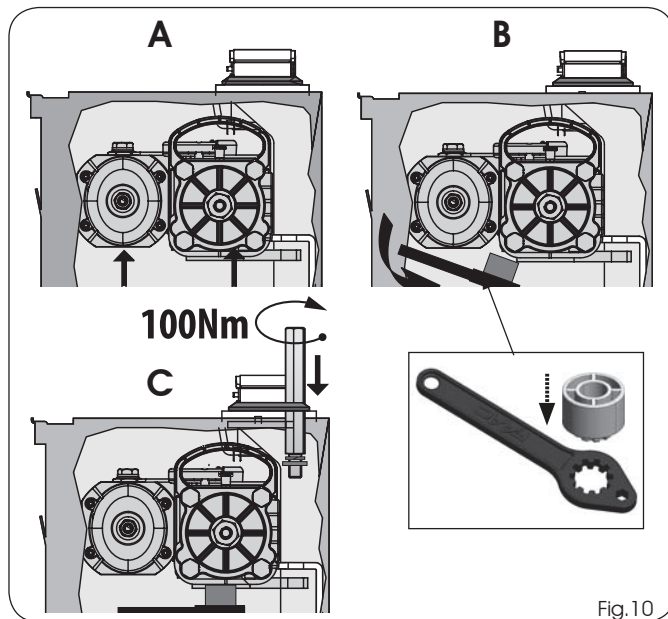

Fig.10
10) Soulever l'opérateur à l'aide des poignées prévues à cet effet (Fig.10 réf.A), en insérant le pignon dans la douille rainurée du caisson portant. Afin de faciliter l'opération, tourner légèrement l'opérateur jusqu'au couplage.
11) Placer la clé fournie en dotation sous l'opérateur, comme d'après la figure 10 réf.B, de manière à soutenir le moteur.
12) Introduire et visser les vis de fixation avec une rondelle Grower, comme d'après la figure 10 réf. C, afin de fixer l'opérateur au caisson portant comme d'après la figure 11.